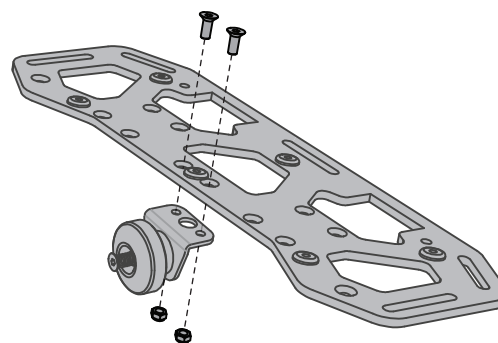

图 9. 安装快速释放钮
3. 如图 9 所示，使用两个 16 毫米螺丝和两个尼龙自锁螺母将一个快速释放钮安装至货架。将螺丝拧紧至 6.0 牛米（4.4 英尺磅）。